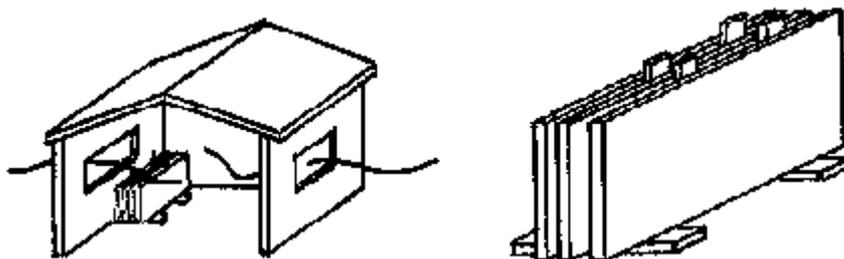

Figura 8 – Armazenamento correto na obra.
**3.4** Armazene em local seco, coberto e ventilado, sobre um estrado de madeira nivelado. As portas deverão estar apoiadas sobre o lado de maior comprimento (figura 8).